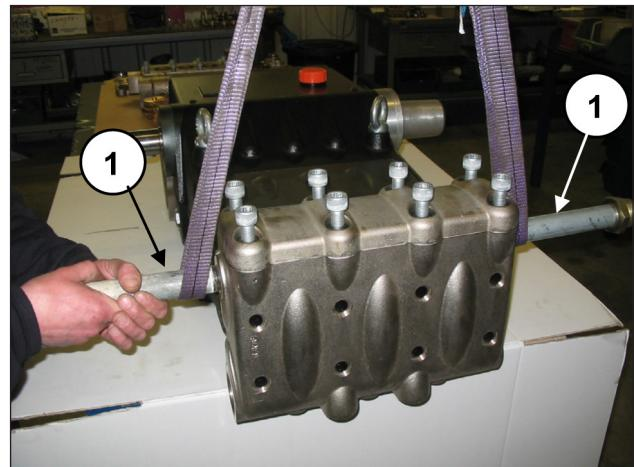
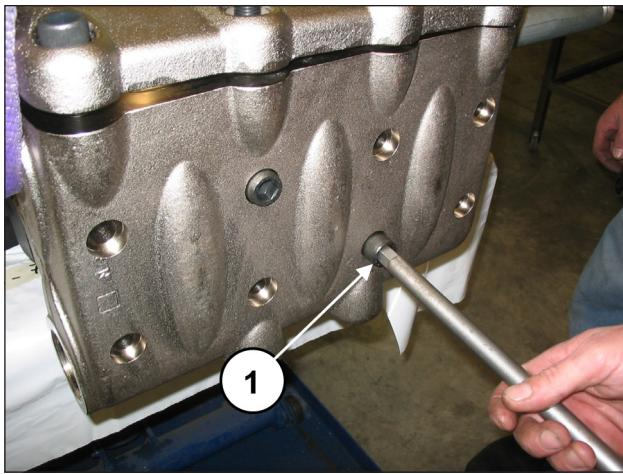

Fig. 104
Fig. 105
Appicare due sostegni con filettatura G2" agli attacchi di mandata della testata (pos. ①, Fig. 104) e successivamente svitare le 8 viti M16x150 (pos. ①, Fig. 105).